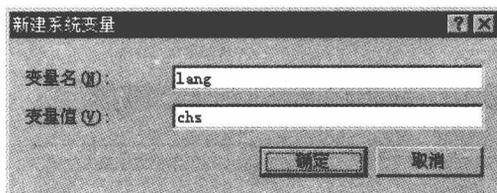

图 1.1.1 “新建系统变量”对话框
Step5. 在图 1.1.1 所示的“新建系统变量”对话框中, 创建 **变量名** 为 lang、**变量值** 为 chs 的系统变量。